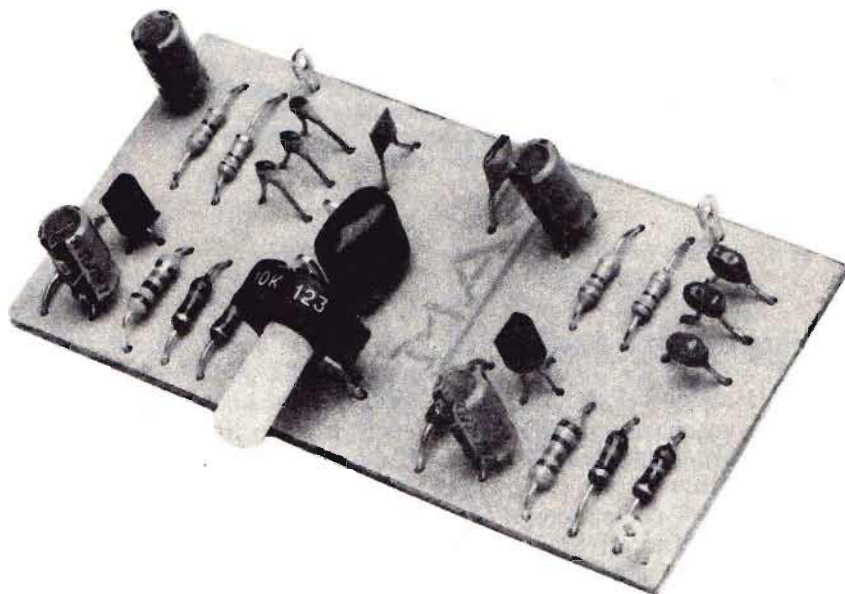

Fig. 4 - Questa foto riproduce il montaggio del generatore di segnali audio realizzato nei nostri laboratori di progettazione e collaudo.
**Fig. 4 -** Illustriamo con questo disegno la precisa disposizione degli elettrodi uscenti dal transistor unigiunzione UJT. L'elettrodo di emittore (E) trovasi in prossimità della tacca di riferimento presente sul corpo del semiconduttore. Anche la base 2 (B2) trovasi in prossimità della tacca di riferimento, ma dalla parte opposta a quella dell'emittore.